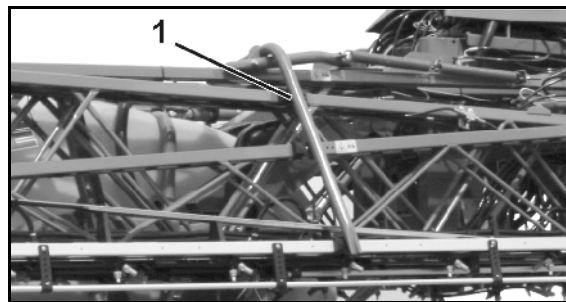

図 11
- Super (スーパー) L ブームが不意に展開するのを防ぐための移動用ロック機構 (図 11/1)